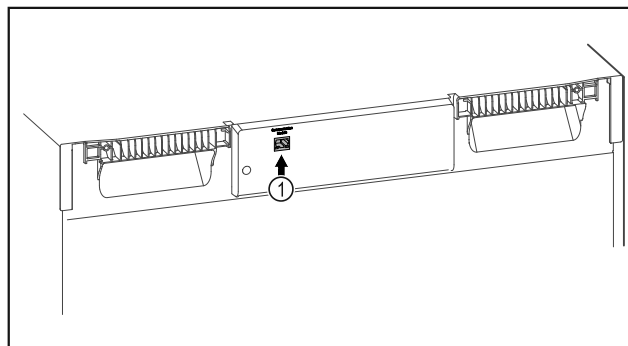

Fig. 140
- ☐ SmartModule Fig. 140 (1) on otettu käyttöön.